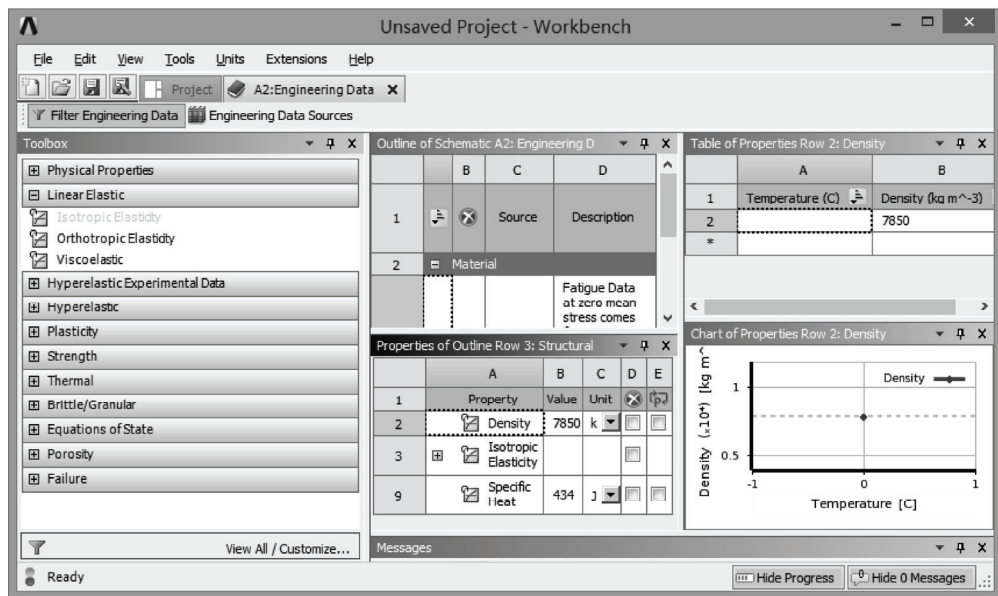

图 15-2 工程数据界面
1) 双击项目 A 中的 A2 栏 Engineering Data 项，进入如图 15-2 所示的材料参数设置界面，在该界面下即可进行材料参数设置。